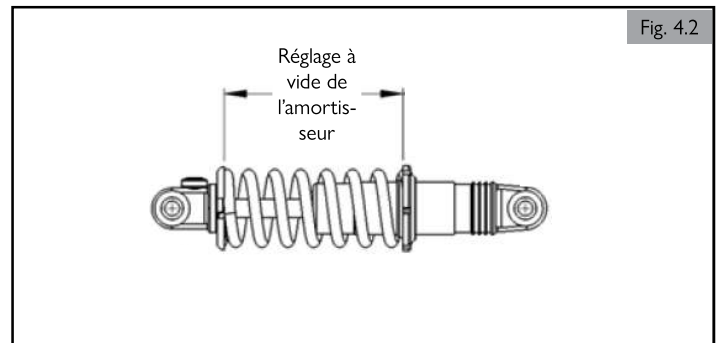

Fig. 4.2
4.8 Réglage du collier du ressort de suspension (Fig. 4.2)